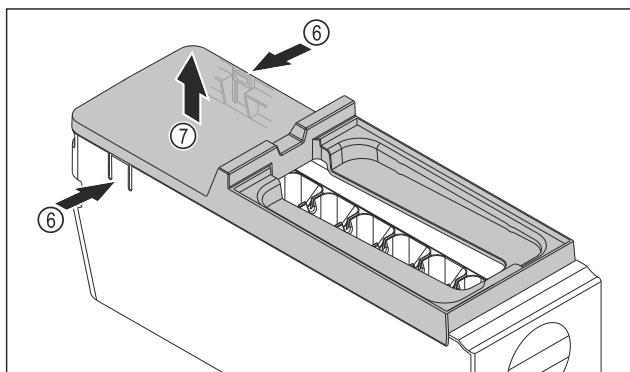

Fig. 146
- Зняти кришку з корпусу EasyTwist-Ice: натиснути однією рукою на накладки Fig. 146 (6) з обох боків корпусу EasyTwist-Ice.
- Зняти кришку Fig. 146 (7), потягнувши її вгору іншою рукою.